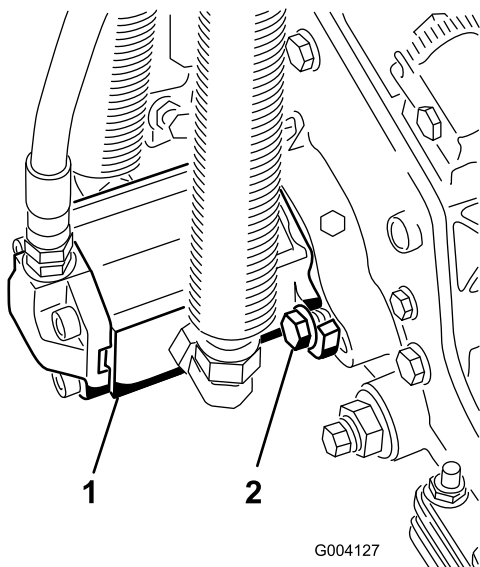

Figura 13
- Montate il motore ruotato in senso orario in modo che le flange del motore non tocchino i bulloni (Figura 13).